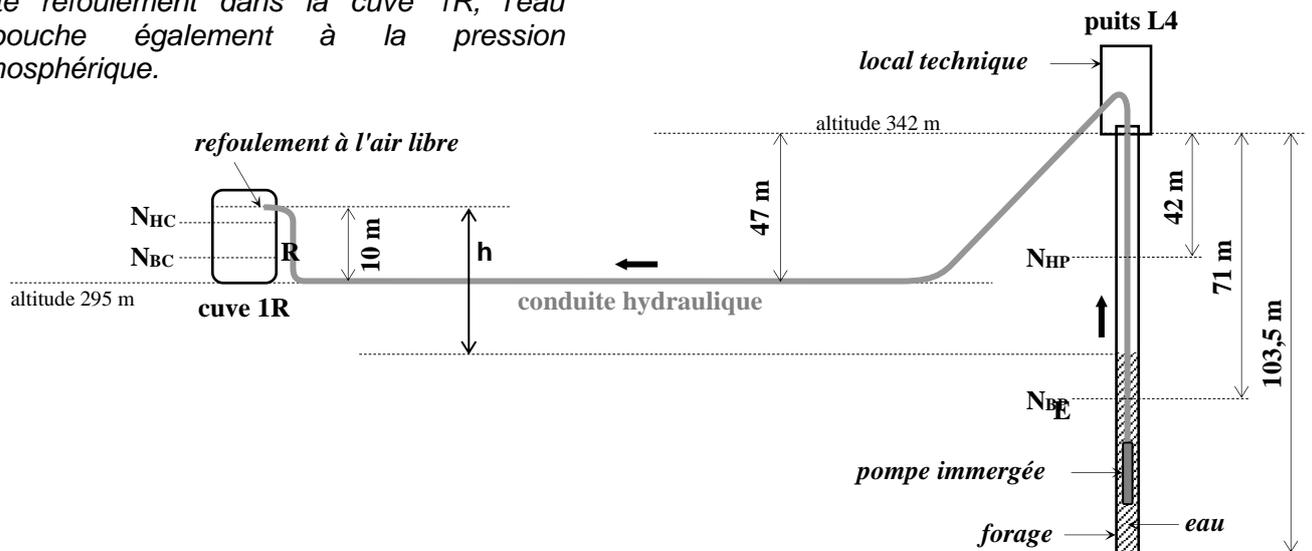

figure 2 : profil de l'installation hydraulique
La **figure 2** présente le profil de la conduite hydraulique reliant la pompe immergée du puits L4 à la cuve 1R de la cuverie, destinée à recevoir l'eau de ce puits.
A.1.1. Déterminer les valeurs h_{\min} et h_{\max} du dénivelé h entre le point de refoulement dans la cuve 1R et la surface de l'eau dans le puits (voir *figure 2*) :